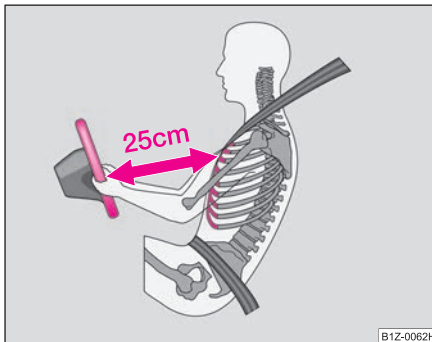

Abb. 90 Sicherer Abstand vom Lenkrad
- Der Fahrer muss einen Abstand zum Lenkrad von mindestens 25 cm einhalten ⇒ **Abb. 90**. Wenn Sie den Mindestabstand nicht einhalten, kann Sie das Airbag-System nicht schützen - Lebensgefahr!